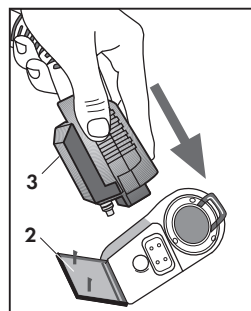

Fig. 20
Fer à repasser (Fig. 20 - 21 - 22)
Pour son utilisation introduire la fixation (3) du fer à repasser dans la prise accessoires (Fig. 20) à la place du tuyau flexible, de la manière décrite à la page 9 (Fig. 10) "Fixation du tuyau aspiration/injection".